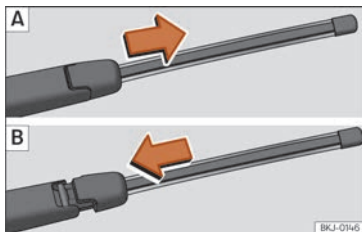

Fig. 82 Extraer y colocar la escobilla del limpiacristales.
- »» **fig. 82 A.**
- »» **fig. 82 B** y deslice el adaptador hasta que encastre.